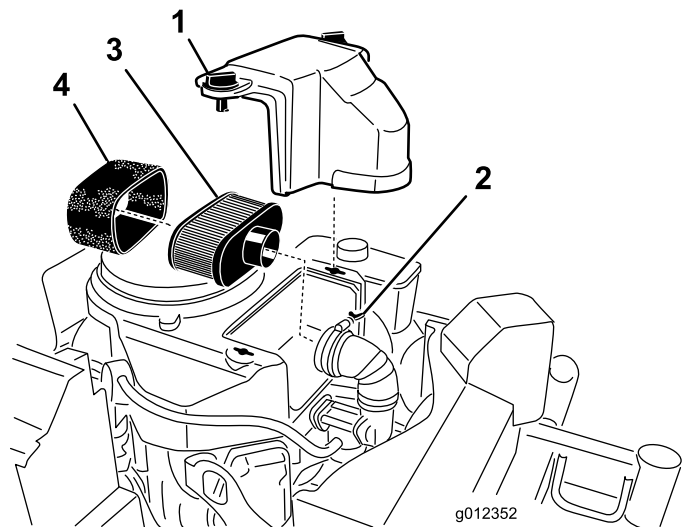

Figura 30
2. Limpie alrededor del limpiador de aire de forma que la suciedad no penetre en el motor y cause daños (Figura 30).
3. Gire los botones de la tapa 1/4 en sentido antihorario y retire la tapa del limpiador de aire (Figura 30).
4. Gire el tornillo de mariposa de la abrazadera en sentido antihorario hasta que pueda separar el conjunto del limpiador de aire del conducto de entrada (Figura 30).
5. Retire cuidadosamente el elemento de gomaespuma del elemento de papel (Figura 30).
1. Inspeccione el elemento por si estuviera roto, tuviera una película aceitosa o estuviera dañado (Figura 30).
1. Inspeccione el elemento por si estuviera roto, tuviera una película aceitosa o la junta de goma estuviera dañada (Figura 30).
1. Deslice cuidadosamente el elemento de gomaespuma sobre el elemento de papel (Figura 30).
2. Alinee el conjunto del limpiador de aire en el conducto de entrada y sujételo con la abrazadera (Figura 30).
3. Alinee la tapa del limpiador de aire en la tapa del motor y sujete la tapa girando los botones de la tapa 1/4 de vuelta en sentido horario (Figura 30).